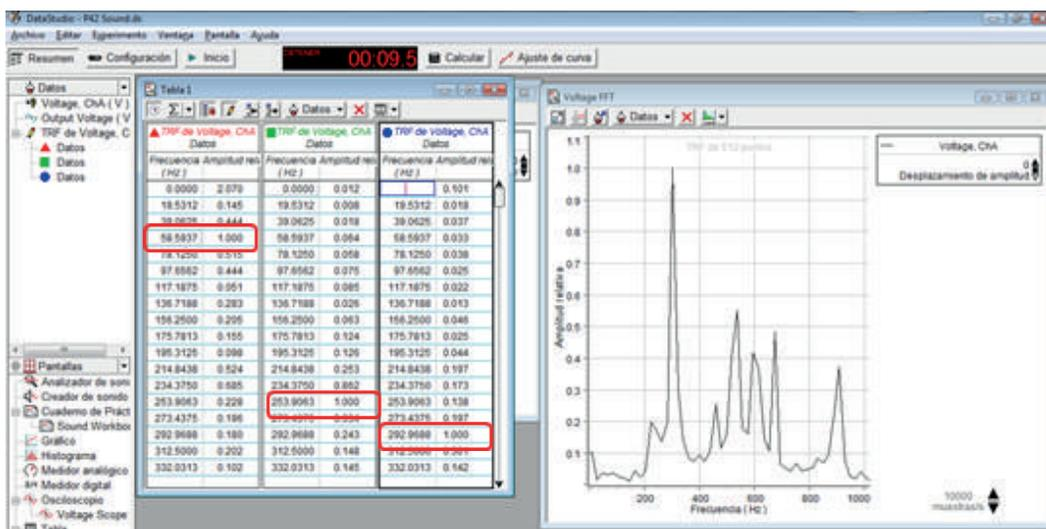

Figura 10.13. Frecuencia y voltaje de las diferentes voces
n) De esta forma se genera una tabla (figura 10.13), con los valores de frecuencia y voltaje capturados en las grabaciones de las distintas voces.